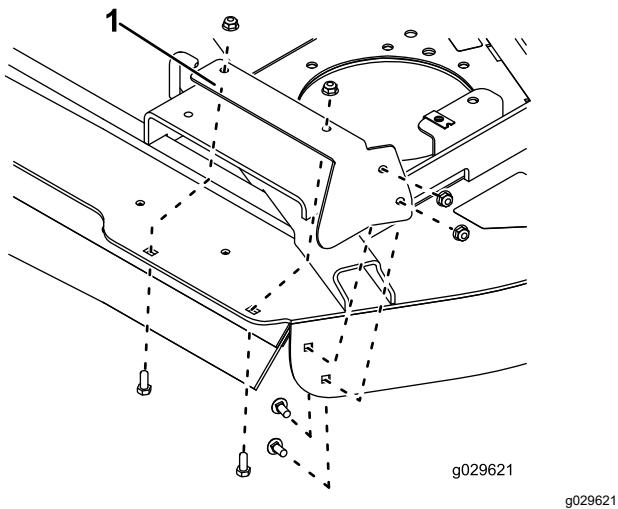

図 12
7. 右側フットシールドを、デッキ上面と側面に取り付けるキャリッジボルト $5/16 \times 3/4$ インチ 4本とナット $5/16$ インチ4個を使用して図 12のよう取り付ける。